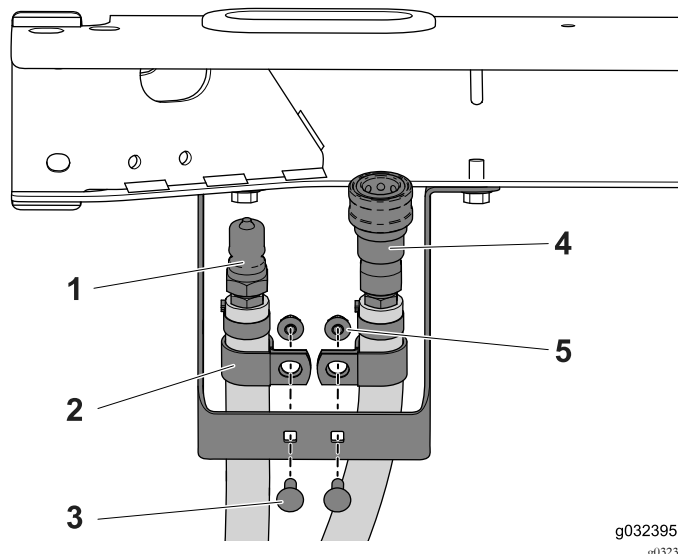

Рисунок 28
3. Установите R-образный хомут на каждый шланг (Рисунок 28).
4. С помощью двух каретных болтов (1/4 x 3/4 дюйма) и фланцевых гаек установите на кронштейн R-образный хомут и шланг в сборе (**Рисунок 28**).